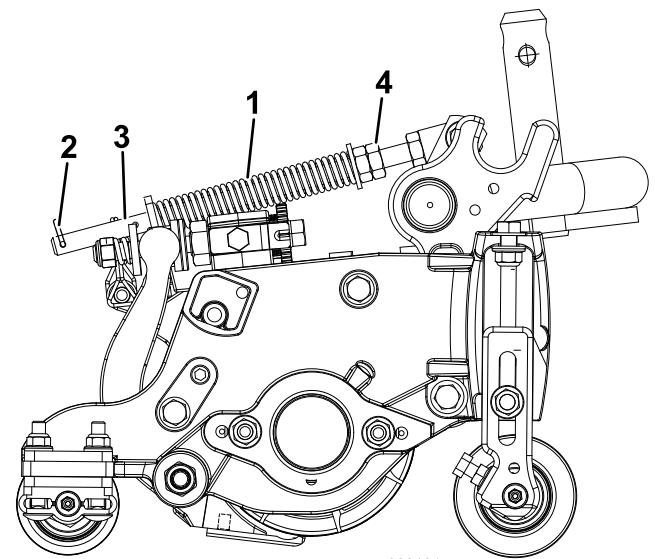

Bild 11
2. Ziehen Sie die Sechskantmutter vorne an der Federstange an, bis die komprimierte Länge der Feder 12,7 cm beträgt (Bild 11).
Die Rasenkompensierungsfeder (Bild 11) verlagert das Gewicht von der Front- zur Heckrolle. Dies reduziert ein Bobbing genanntes Wellenmuster auf der Rasenfläche.
1. Stellen Sie sicher, dass der Splint in das hintere Loch in der Federstange eingesetzt ist (Bild 11).